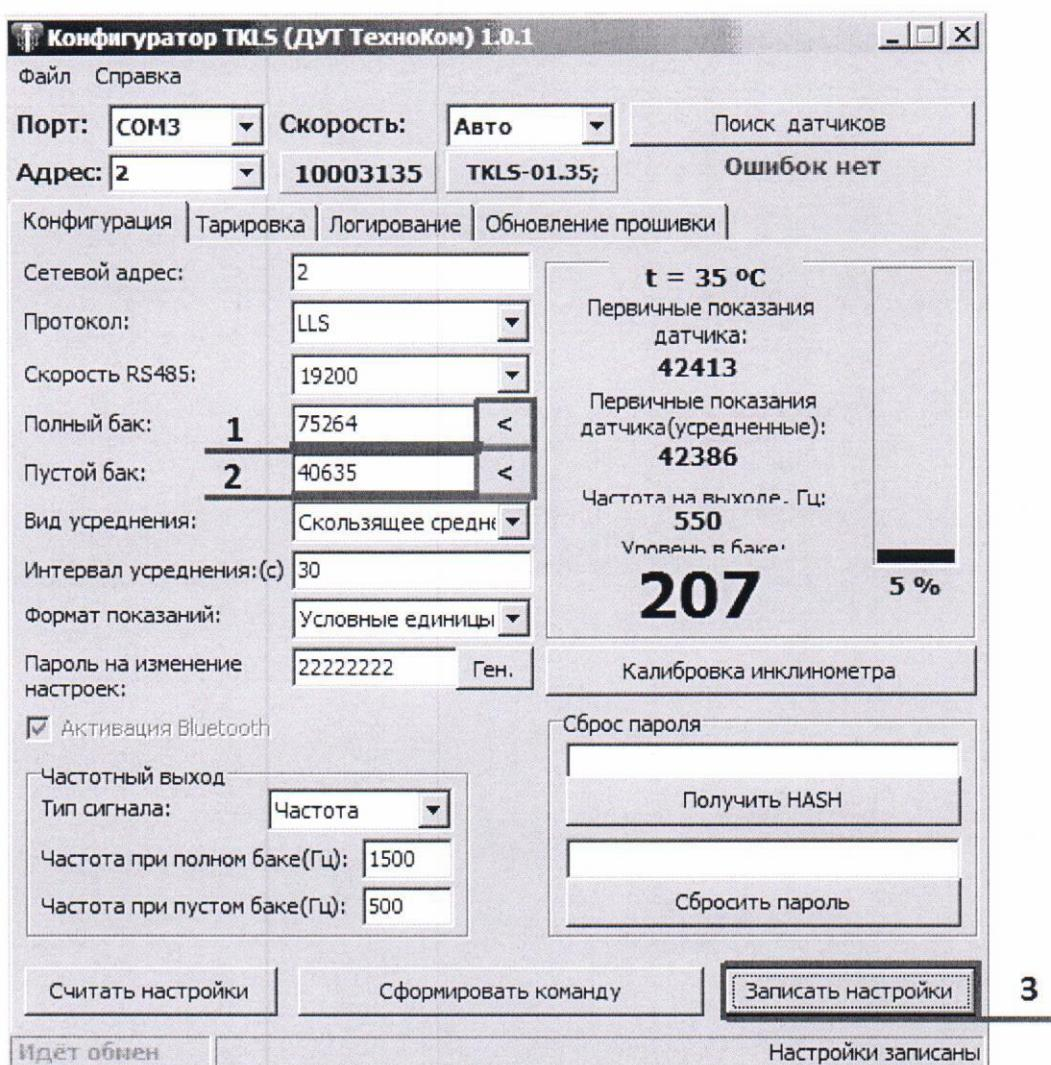

Рисунок 4 – окно программы «TKLS Conf.exe»
– Сначала проводится калибровка датчика. При калибровке значения «Пустой бак», датчик не должен быть погружен в измеряемую жидкость. Нужно дождаться, когда параметр «Первичные показания датчика» зафиксируется и не будет изменяться. Нажать на кнопку в поле «пустой бак» (см. рисунок 4, поз.2):
При калибровке значения «Полный бак» погрузить датчик вертикально в измеряемую жидкость до крепежной полки измерительной части. Нужно дождаться, когда параметр «Первичные показания датчика» зафиксируется и не будет изменяться. Нажать кнопку со стрелочкой напротив параметра «Полный бак» (см. рисунок 4, поз.1). Далее необходимо нажать кнопку «Записать настройки» (см. рисунок 4, поз.3).